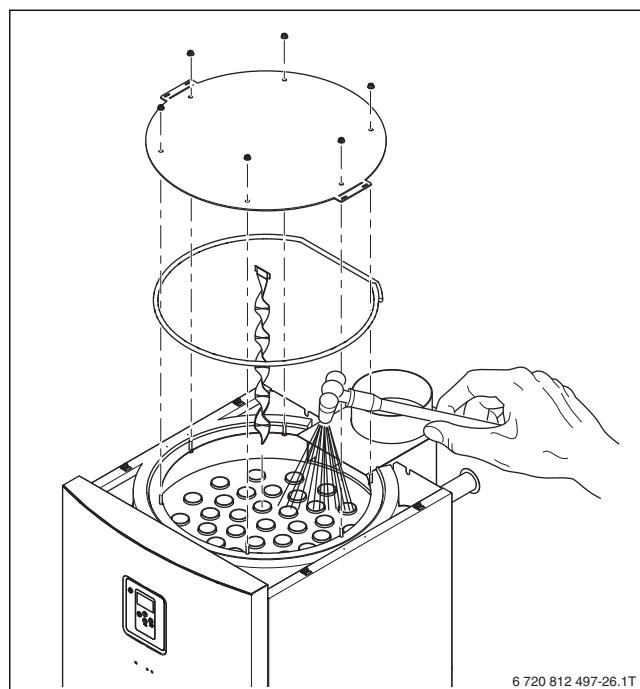

Рис. 35 Влажная чистка котла
- ▶ Равномерно распылите чистящее средство сверху в газоотводящих каналах (→ рис. 35).